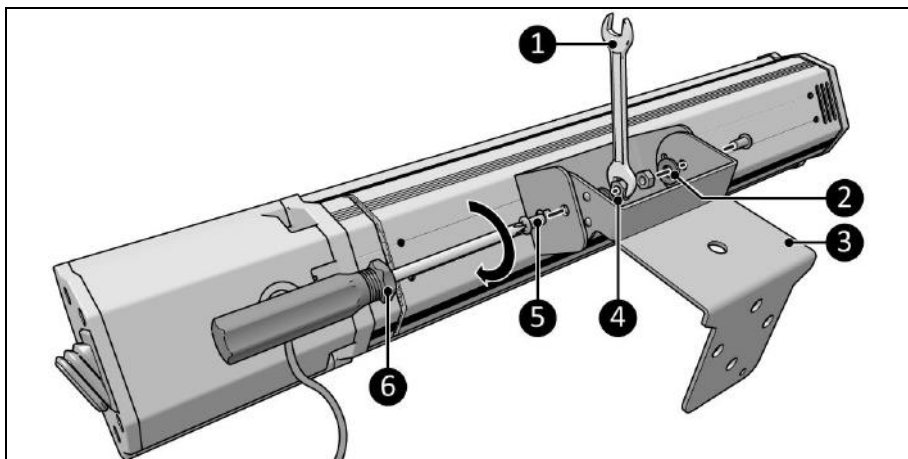

Figura 6
1. Așezați corpul principal pe o suprafață uniformă (Figura 6).
2. Așezați consola de suspendare (Figura 6, poz. 3) între consolele dispozitivului.
3. Înșurubați și strângeți ambele părți cu ajutorul șuruburilor mari (Figura 6, poz. 5), cu ajutorul șabivelor (Figura 6, poz. 2) și cu ajutorul piulițelor (Figura 6, poz. 4).